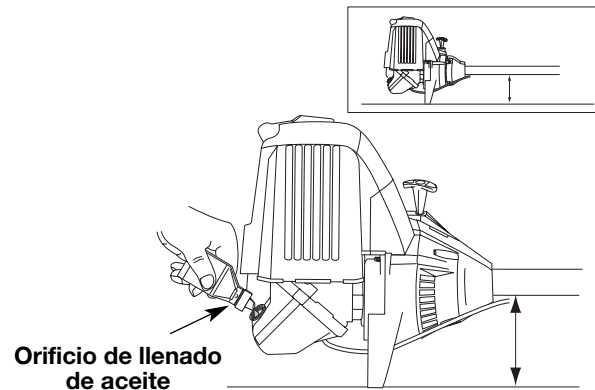

Fig. 7
2. Coloque la unidad sobre una superficie plana (Fig. 7).
4. Vierta todo el contenido de la botella de aceite en el cigüeñal (Fig. 7).